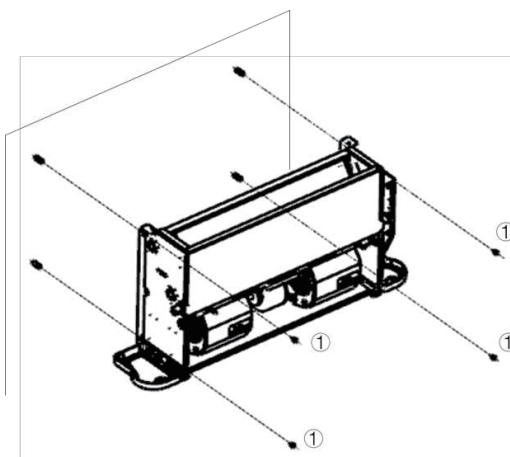

Imagen 12.4.2
Marque los lugares para los tornillos en la pared de acuerdo con los agujeros de montaje de la unidad o las dimensiones especificadas en la Imagen 12.4.2. La tubería de drenaje para el agua de condensación debe ser lo suficientemente lisa como para permitir la descarga de agua sin obstrucciones.
Tal como se muestra en la Imagen 12.4.2, apriete cuatro tornillos (①) en una estructura de mampostería adecuada.